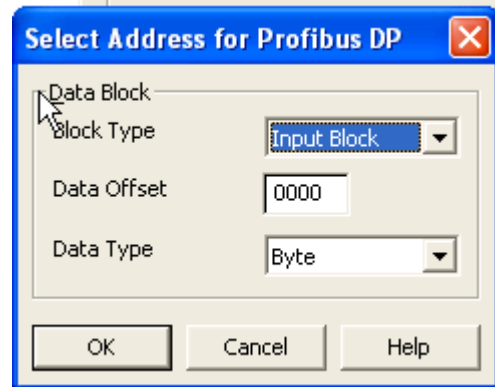

FIG.65: Selezione del tipo di blocco
- Selezionare l'offset dati, che indica l'indirizzo da leggere o scrivere nel blocco. Selezionare il tipo di dati da leggere o scrivere. Ciò definisce il numero di byte per accedere al blocco e ottenere i dati corretti. In questo esempio viene scelto **output block**, con data offset **0** (che indica 256 nel PLC) e una **Word**. FIG.65.